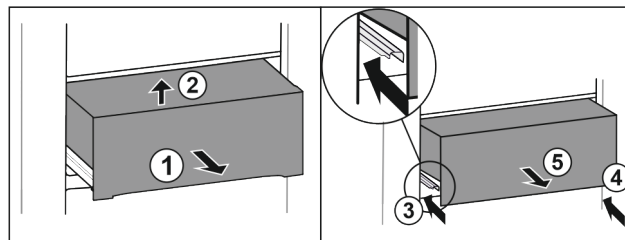

Fig. 40*
- ▶ Wyciągnąć szufladę do połowy Fig. 40 (1).*
- ▶ Unieść z przodu Fig. 40 (2).*
- ▶ Wsunąć lewą szynę Fig. 40 (3).*
- ▶ Wsunąć prawą szynę Fig. 40 (4).*
- ▶ Wyjąć szufladę do przodu Fig. 40 (5).*